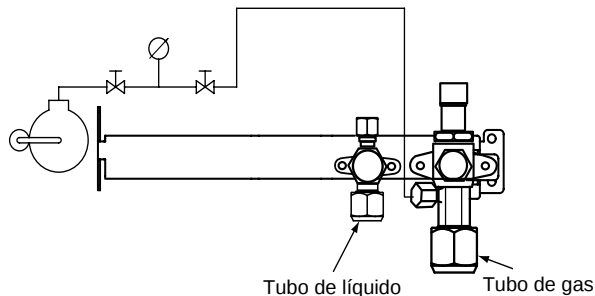

Fig. 10-2
- (6) Las válvulas de servicio de los tubos de gas y líquido están abiertas. Si no, ábralas ahora. (Fig. 10-2)